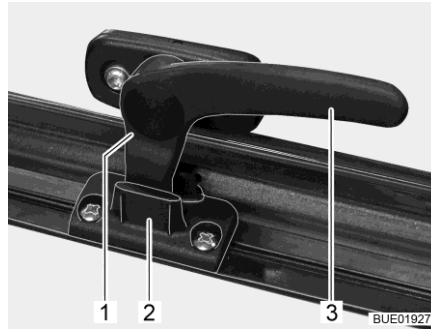

Fig. 19 Leva di serraggio in posizione "Aerazione continua"
- In posizione di "Aerazione continua" (Fig. 19)
- Ruotare la leva di serraggio (Fig. 19,3) di un quarto di giro verso il centro della finestra.
- Ruotare la leva di serraggio di un quarto di giro verso il telaio della finestra. Riportare contemporaneamente il nasello di chiusura (Fig. 19,1) nella rientranza della chiusura della finestra (Fig. 19,2).